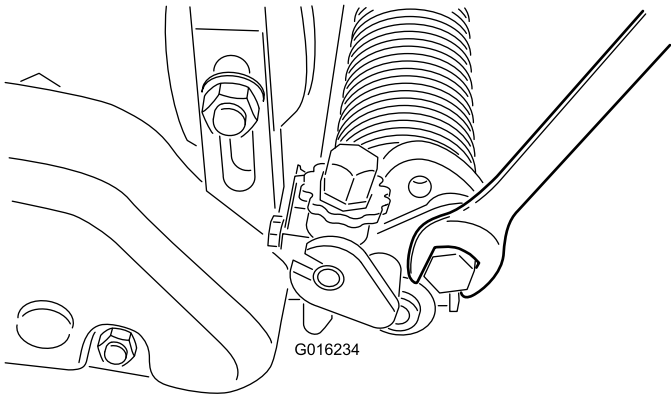

Figura 21
- Afloje los pernos de los brazos de ajuste derecho e izquierdo (Figura 21).
- Apriete los pernos para fijar el ajuste (Figura 21).